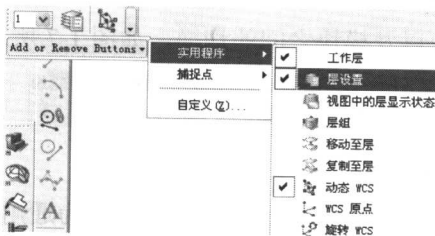

图 1-14
(2) 单击工具条右侧的小箭头，添加命令图标，如图 1-14 所示。